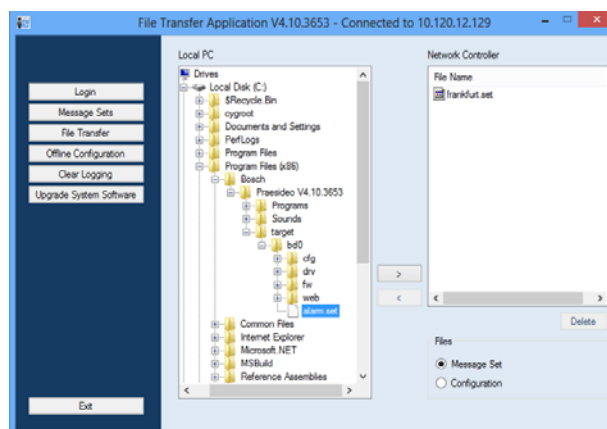

рисунок 45.10: Передача пакета сообщений
- 1 В приложении *File Transfer*, сначала войдите в систему и нажмите кнопку *File Transfer*. Отобразится экран, подобный экрану, изображенному на рисунок 45.10.